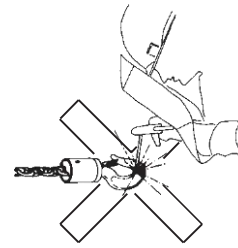

Fig. 3
- La catena di carico non deve mai essere utilizzata come massa durante operazioni di saldatura (Fig. 3).